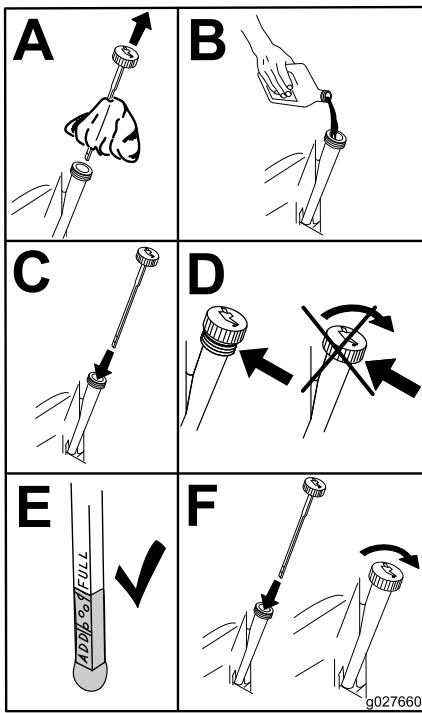

図 45
5. 所定量の 80% 程度のオイルをゆっくり入れ、そこから、残りの量を注意深く足して FULL マークまで入れる 図 45。